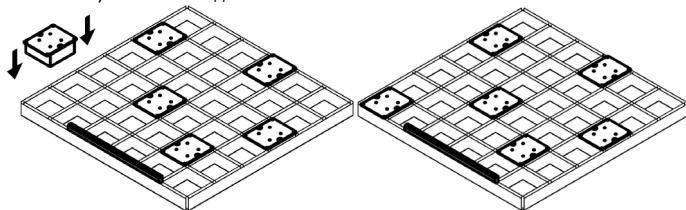

Рисунок 4 – Пример установки комплекта светильников в потолок Грильято (провода не показаны).
5.4. Смонтируйте светильник в конструкции потолка (см. рисунок 4). Блок питания нужно установить вдоль направляющих конструкции потолка, надежно закрепив его на конструкции.